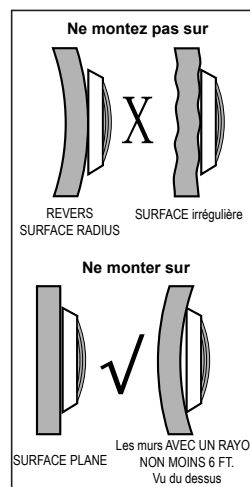
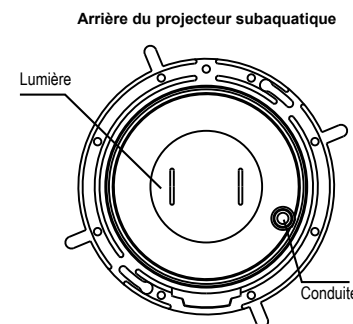

Figure 2.
Figure 3.
1. Localiser la position sur le mur où la LED Amoray projecteur subaquatique doit être installé. (Haut de la lentille doit être au minimum de 45 cm (1.5 ft.) sous la surface de l'eau. Uniquement monter sur une surface plane ou à l'intérieur avec un rayon de courbe de pas moins de 6 ft. (voir la figure 2.) REMARQUE l'emplacement du cordon à l'arrière de l'unité. (voir la figure 3.)